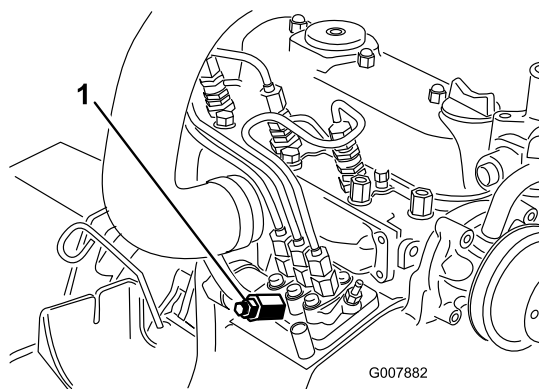

図 45
3. 燃料噴射ポンプについているエア抜きねじの下にウェスを敷いてねじをゆるめる (図 45)。